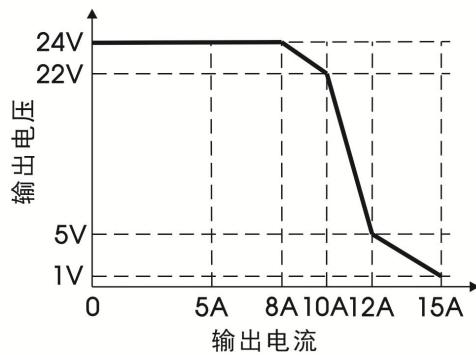

图 3
2.图3表示产品在额定输出电流时为24V输出，随着电流增加到100%-150%Io(TYP)时进入过载状态，当>150%Io(TYP)时进入过流保护且随着输出电流增大输出电压下降，当输出电流增加到一定值时，产品将进入恒流模式；